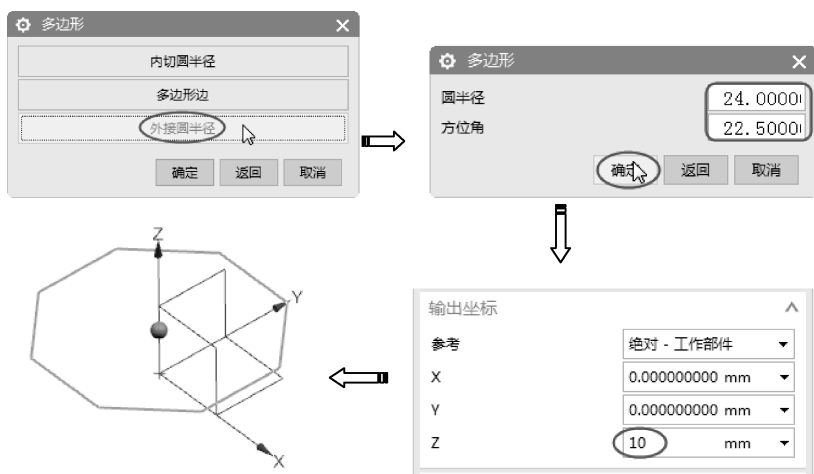

图 5-49 创建第一个 8 边形
- 03 弹出【多边形】创建方式对话框, 单击【外接圆半径】按钮, 弹出【多边形】尺寸设置对话框, 创建第一个 8 边形, 如图 5-49 所示。